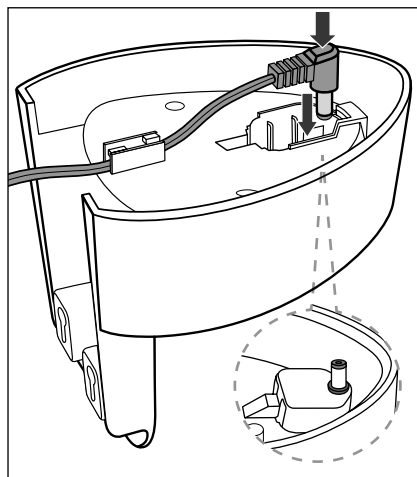

Fig. 2
- Placez d'abord le câble au travers du chemin de câble et enfoncez ensuite la fiche creuse ⑤ dans l'orifice du support mural ③, de manière à ce qu'elle tienne bien (fig. 2).